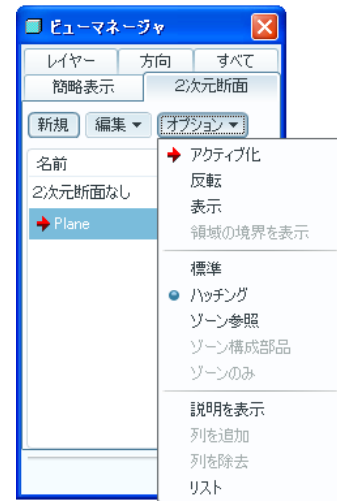

図 4-80 2次断面と表示法
- 部品の中心断面（中心を通る切断面）を表示する「2次元断面」の表示方法は、図 4-80 に示すボックス内の「オプション」タブを選択して「アクティブ化」をクリックするとモデルは中心面で半分割れた形になり、図 4-81 のように「ハッチング」された 2 次断面が表示される。